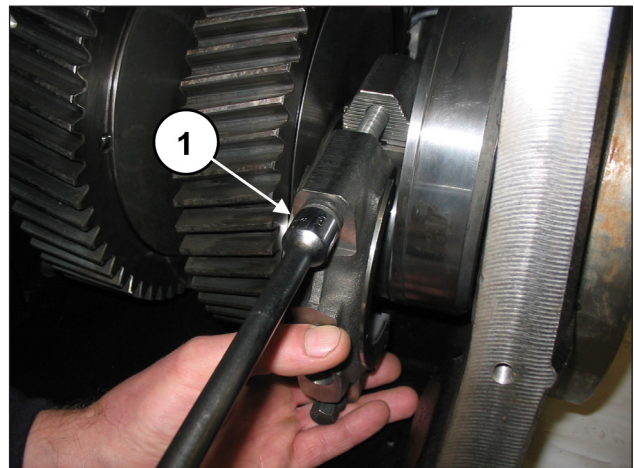

Abb. 83
Befestigen Sie die Pleueldeckel mit Pleuelhälften anhand der Schrauben M12x1.25x87 (Pos. ①, Abb. 83).